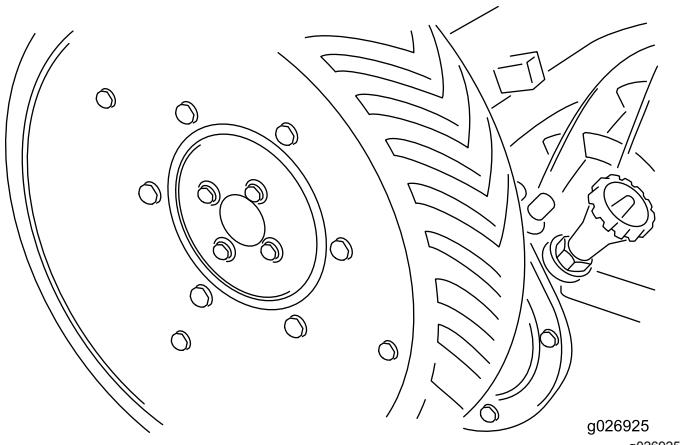

Figura 14
5. Montate le ruote motrici con le viti a testa cilindrica e le rondelle di bloccaggio (Figura 14).